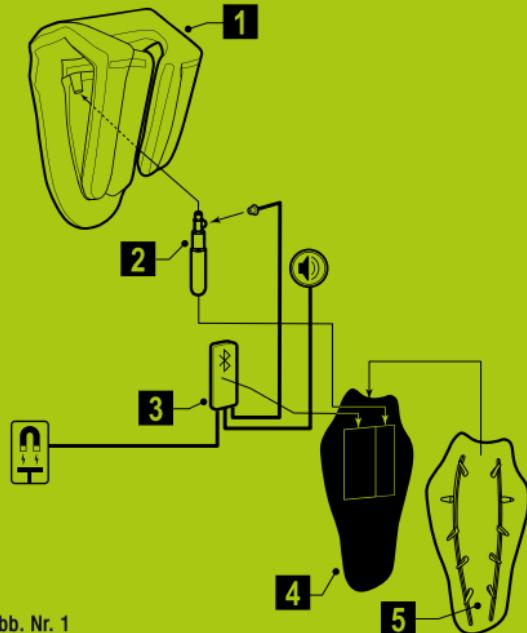

Abb. Nr. 1
- Ein Airbag-System (Abb. Nr. 1), bestehend aus: